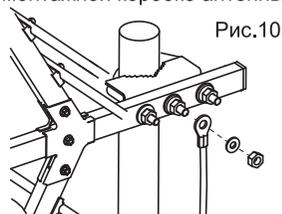

Рис.10
8. Закрепите провод заземления на узле крепления антенны см.рис.10.